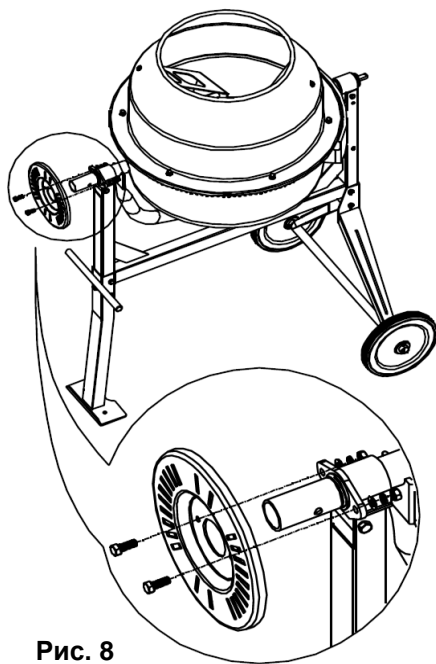

Рис. 8
- Наденьте диск на конец вала с большим диаметром со стороны ножек стойки. Закрепите конструкцию двумя болтами М8х20, на каждый болт помещается гровер, шайба и гайка (См. Рис.8).